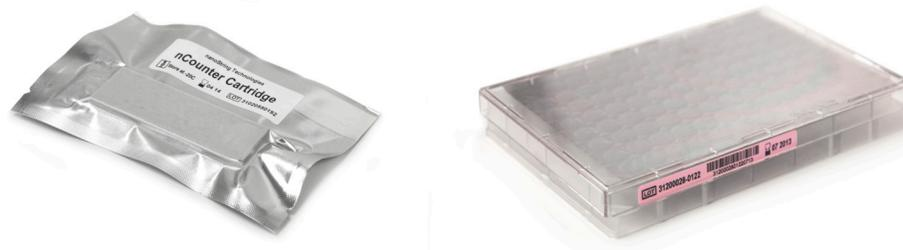

FIGURA 5.8: Um Cartucho para Amostras selado (à esquerda) e Placa de Reagentes Dx (à direita)
7. Antes de iniciar o processamento, os Cartuchos e as Placas de Reagentes (FIGURA 5.8) devem encontrar-se à temperatura ambiente.